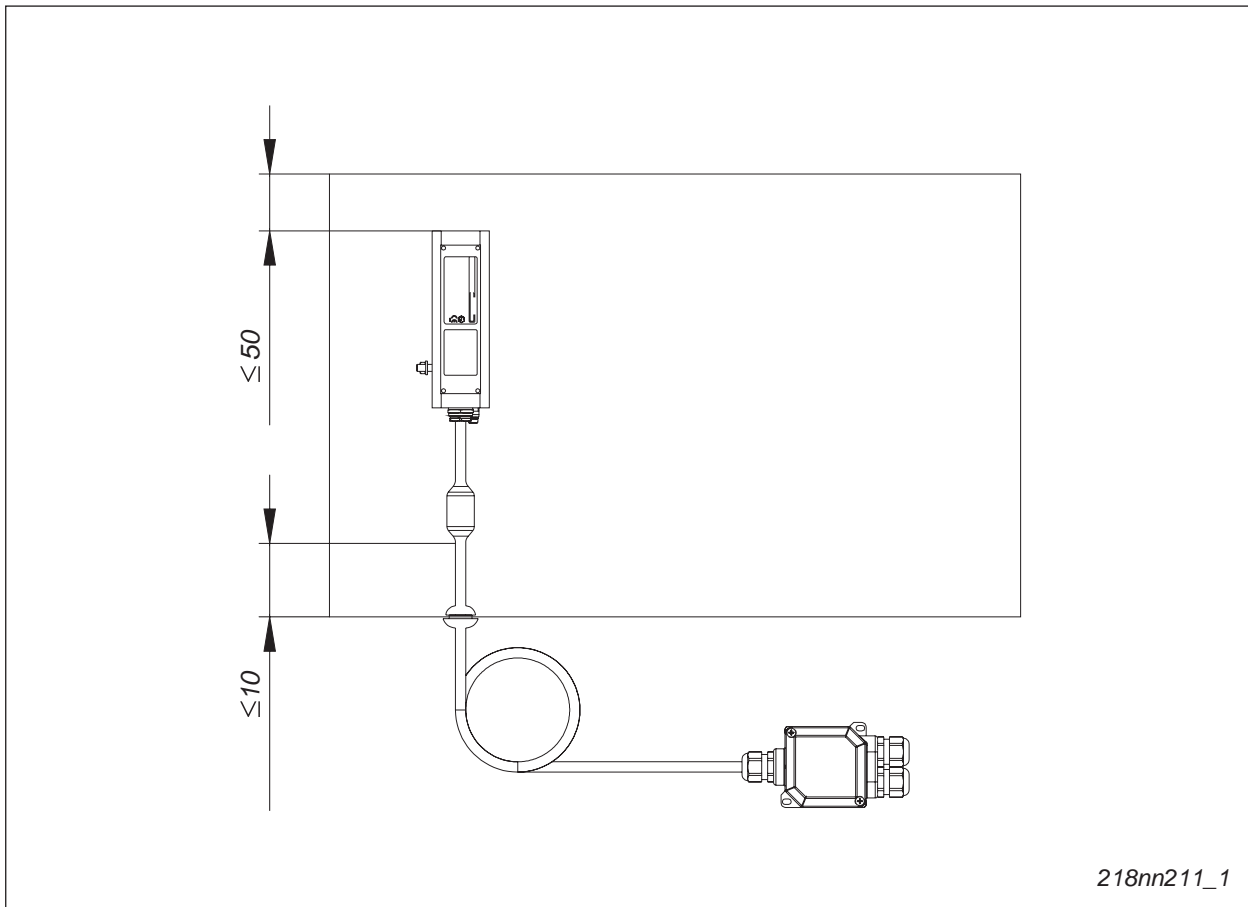

Fig. 3-19 Einbaulage und Mindestabstände
3. Neuen Heizkörper befestigen. Die Heizkörperrippen müssen senkrecht stehen. Mindestabstand zum Schaltschrankgehäuse (→ Seite 3-80, Fig. 3-19) beachten. Das Typenschild muss lesbar sein.